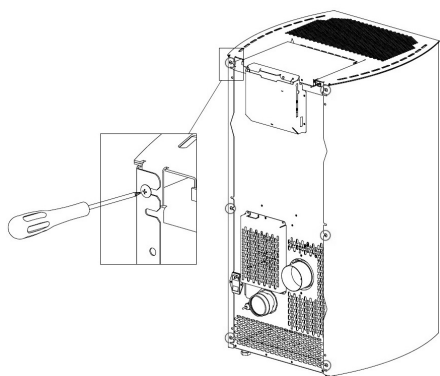

Fig. 55 - Afloje los tornillos
- Apoye las mayólicas o la piedra cara abajo, en una superficie (vea **Fig. 55**).